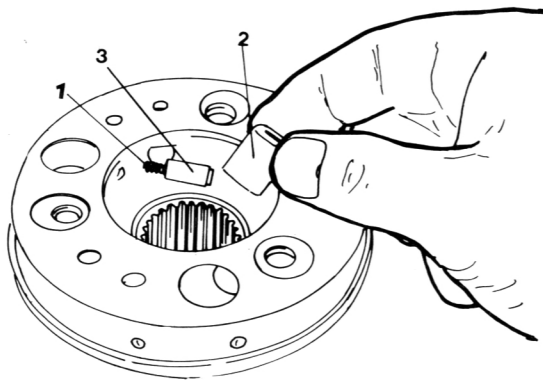

Bild 109
Unter Bezug auf Bild 109 die Federn (1), Rolle (2) und Plungerkolben (3) einsetzen. Sicherungskitt auf die Gewinde der Sicherungsschrauben auftragen.